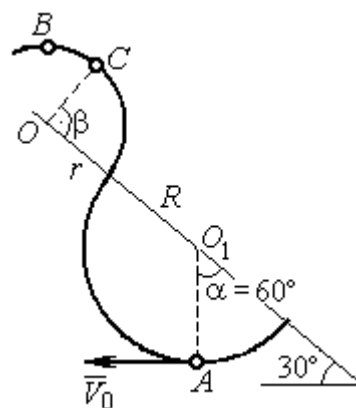

Рис. 4.20. Движение шарика по изогнутому стержню
**Задача 50.** Тонкий стержень, расположенный в вертикальной плоскости, состоит из двух дуг сопряженных окружностей радиусов  $R = 1$  м и  $r = 0,5$  м (рис. 4.20). Линия  $OO_1$ , соединяющая центры окружностей, составляет с горизонтом угол  $30^\circ$ . На стержень надет шарик весом  $P = 10$  Н. В точке  $A$ , положение которой на дуге радиуса  $R$  определяется углом  $\alpha = 60^\circ$ , шарик сообщают начальную скорость  $V_0$ , после чего он скользит по стержню без трения. Опре-